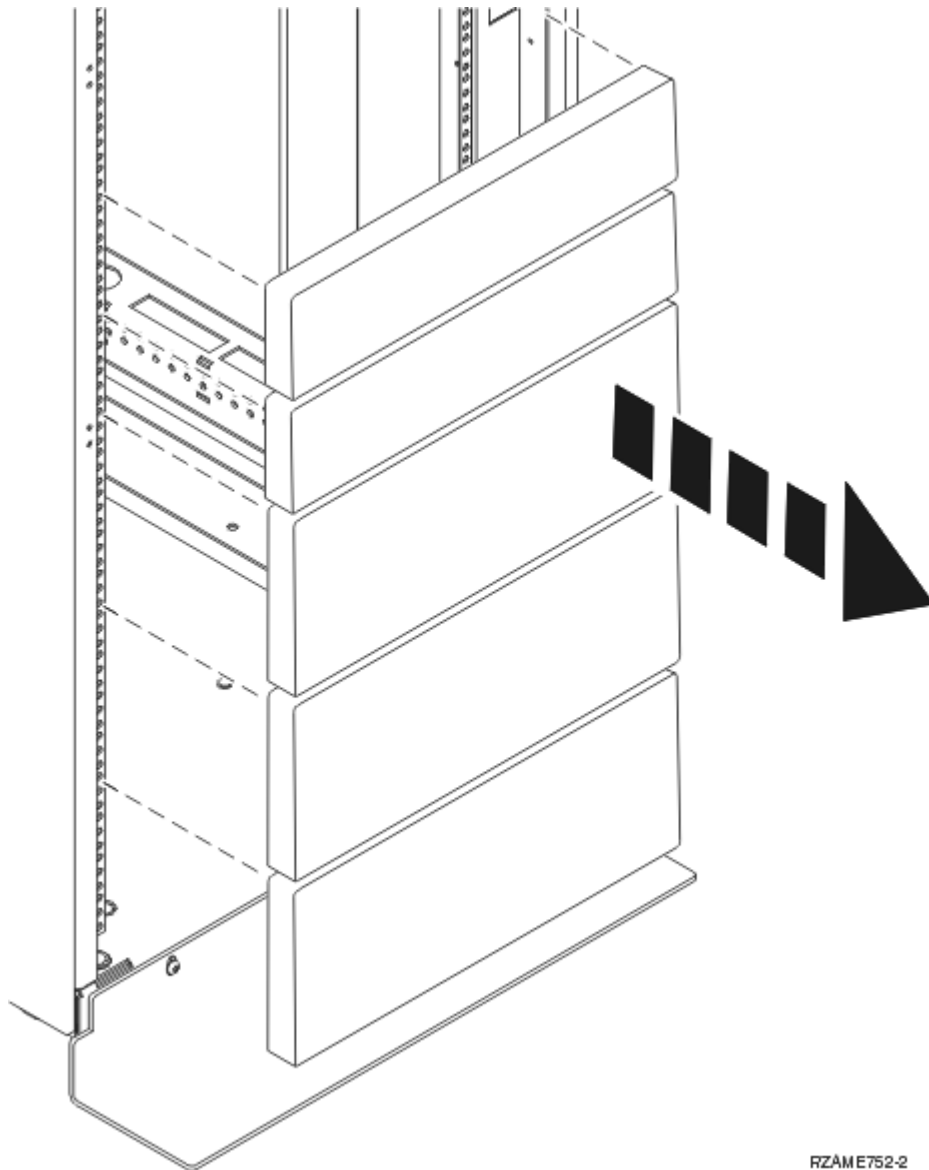

Figure 1. Retrait des panneaux obturateurs
3. Retirez si nécessaire les panneaux obturateurs pour permettre l'accès au boîtier de l'armoire dans laquelle vous prévoyez de placer l'unité. Pour plus d'informations, voir Figure 1, à la page 3.